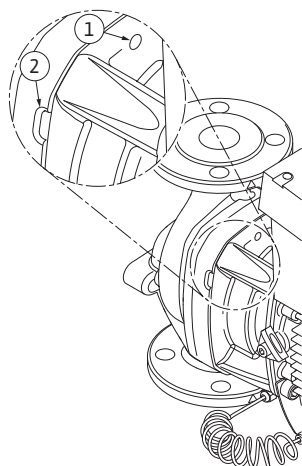

Fig. 53: Navojne izvrtine in zareze za odmik vtičnega kompleta od ohišja črpalke
13. Vtični komplet (glejte Fig. 13) odmaknite od ohišja črpalke. Za to se priporoča uporaba dveh navojnih izvrtin (Fig. 53, poz. 1), predvsem za sprostitev držala. Za sprostitev držala privijete ustrezne vijake v navojno izvrtino. Če je vtični komplet dobro vodljiv, lahko za iztis dodatno uporabite zareze (Fig. 53, poz. 2) med ohišjem črpalk in laterno (za to npr. vstavite dva izvijača in ju uporabite kot vzvod). Po odmiku za pribl. 15 mm se vtičnega kompleta ne vodi več v ohišje črpalke.